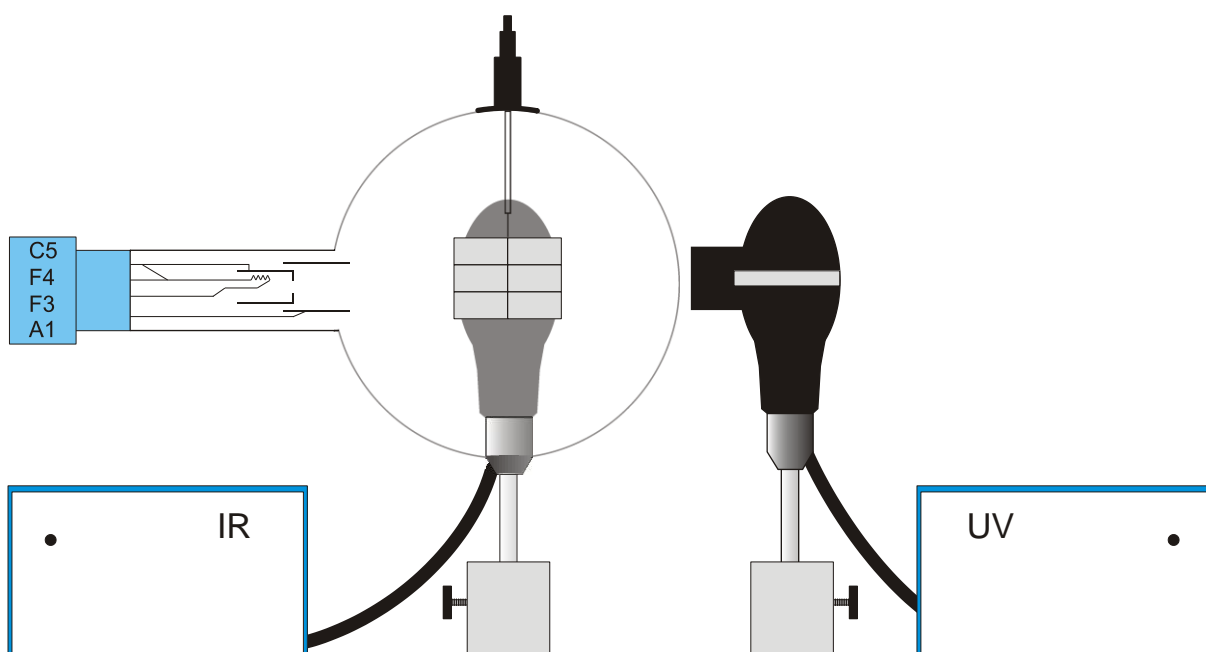

Fig. 3 Fosforescência e extinção
- Retirar o cabeamento do tubo (veja fig. 3).